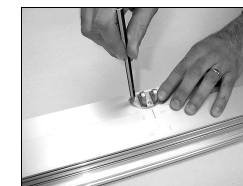

Рис. 4
- D. Расположите передний стержень на одной линии с осевой линией подвижной части оконной рамы и обведите три крепежных отверстия (рис. 4).
- D. Установите передний кронштейн на одной линии с центральной линией на неподвижной части рамы и проследите в трех отверстиях для крепления (рис. 4).